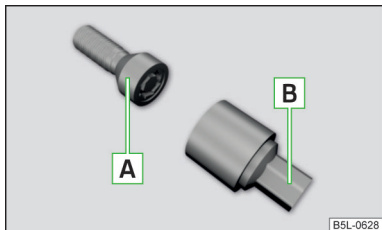

Abb. 321
Die Anti-Diebstahl-Radschrauben schützen die Räder vor einem Diebstahl. Diese lassen sich ausschließlich mit dem Aufsatzstück **B** » **Abb. 321 lösen/festziehen**.
- › Den Radschlüssel bis zum Anschlag auf die Radschraube stecken. Für die Anti-Diebstahl-Radschrauben das zugehörige Aufsatzstück verwenden » **Abb. 321 auf Seite 296**.